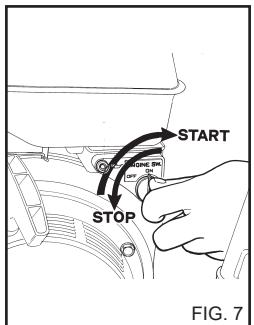

FIG. 7
- 3) Plaats de motorschakelaar in de stand ON (fig. 7).
- a) Plaats de motorschakelaar in de stand OFF. (fig. 7)